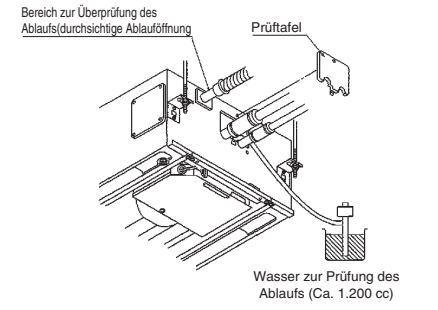

Abb. 3-30
- Nach der Überprüfung des Ablaufs den Überbrückungsstecker am Prüfanschluss-Stift (CHK) wieder abnehmen, dann die Leitungsabdeckung wieder anbringen. (Abb. 3-30)
Die Leitungsabdeckung mit 4 x 8 Schneidschrauben befestigen. (Abb. 3-30) Keine zu langen Schrauben verwenden, da diese sich durch die Ablaufwanne bohren und einen Wasseraustritt verursachen können.